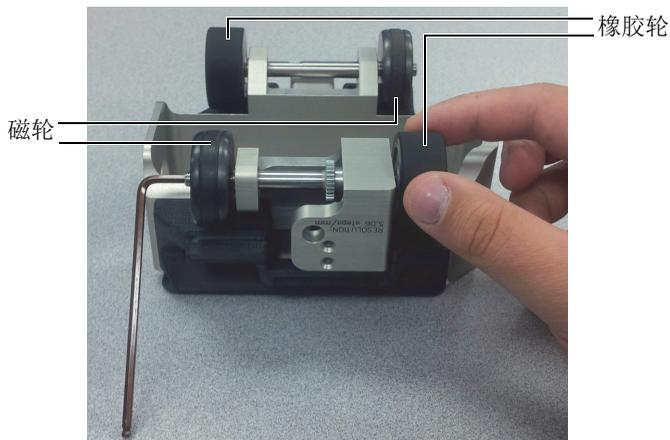

图 2-1 更换轮子
手动扫查需要安装两个橡胶轮和两个磁轮，同类材料的轮子需呈斜对角安装（参见第 26 页的图 2-1）。如果检测过程中要使用一个可选扫查器，则需要 4 个橡胶轮子。
3. 将六角扳手插入到与要拆下轮子相对的一侧的轮轴端部（参见第 26 页的图 2-1）。